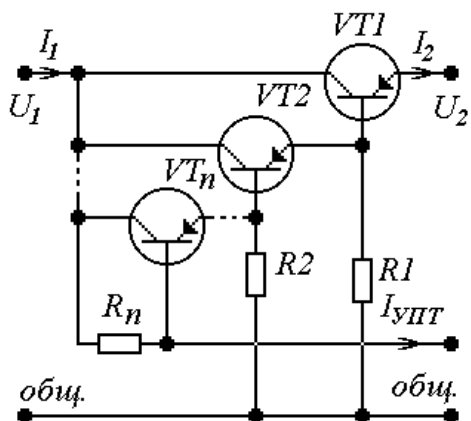

Рис.1. Вариант 1
$$U_{1ном} \geq \frac{U_{2ном} + 4}{1 - 2\delta_1 - q_1}, \text{ для рис. 1, 2.} \quad (1)$$
$$U_{K1} = (1 + \delta_1 + q_1)U_{1ном} - U_{2ном}, \text{ для рис. 1, 2, 3, 4, 5, 6, 7, 8.} \quad (4)$$
$$I_{PЭmax} = I_{2max}, \text{ для рис. 1, 2, 3, 4, 5, 6, 7, 8.} \quad (7)$$
$$I_{Kl} = \frac{I_{PЭmax}}{\prod_{j=0}^{l-1} K_{lj}}, \quad l=1 \dots n, \quad K_{l0} = 1, \text{ для рис. 1} \dots 10. \quad (9)$$
$$K_{I_l} = \beta_l + 1, \quad l=1 \dots n, \text{ для рис. 1, 2, 3, 4, 5, 6, 9, 10.} \quad (10)$$
$$R_l \leq U_{2ном} / I_{KO_l}, \quad l=1 \dots (n-1), \text{ для рис. 1, 2, 3, 4, 5, 6.} \quad (12)$$
$$R_n \leq \frac{\left( (1 - \delta_1 - q_1)U_{1ном} - U_{2ном} - \sum_{i=1}^n U_{БЭ_i} \right) \prod_{i=1}^n K_{I_i}}{I_{PЭmax}}, \text{ для рис. 1, 2.} \quad (15)$$
$$I_{УПТmax} = \frac{(1 + \delta_1)U_{1ном} - U_{2ном}}{R_n}, \text{ для рис. 1, 2.} \quad (17)$$
$$R_i = \left( \sum_{l=1}^n \frac{\prod_{i=0}^{l-1} K_{I_i}}{r_{d_l}} + \frac{\prod_{i=0}^n K_{I_i}}{R_n} \right)^{-1}, \text{ для рис. 1, 2.} \quad (24)$$
$$R_{вхРЭ} = \sum_{l=1}^n \left[ \left( \frac{1}{r_{ex_l}} + \frac{1}{R_l} \right)^{-1} \prod_{i=0}^{n-l} K_{I_i} \right], \text{ для рис. 1, 2, 3, 4, 5, 6, 9, 10.} \quad (27)$$